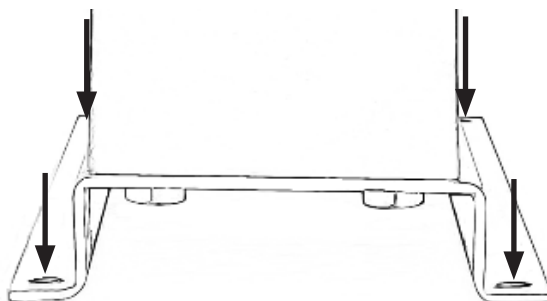

Fig. 2
- Gebruik de vier bevestigingsgaten in de bodemplaat van het apparaat om het stevig te bevestigen. (Afb. 2)